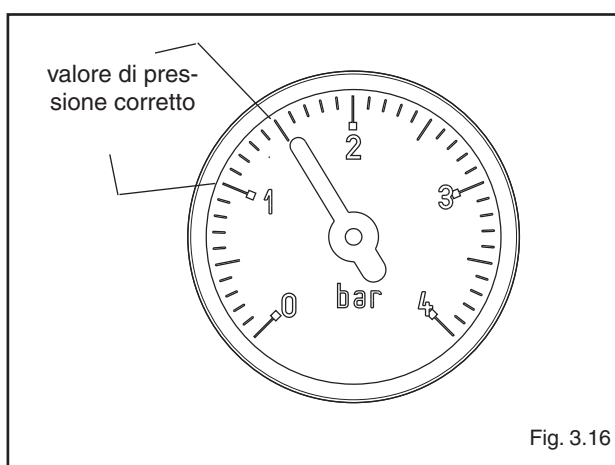

Fig. 3.16
- aprire di due o tre giri il tappo della valvola di sfogo aria automatica (A)
- aprire il rubinetto di riempimento (C) fino a che la pressione indicata dall'idrometro sia compresa tra 1 e 1,5 bar (fig. 3.16).